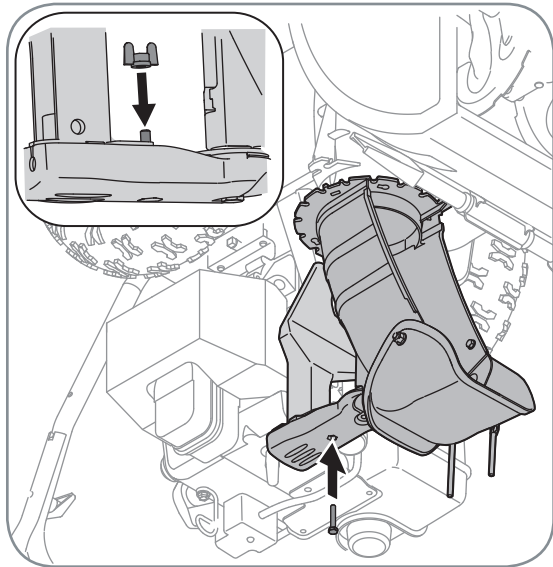

Figure 3-4
4. Continuez l'installation de la goulotte sur son support avec l'écrin à oreilles et la vis hex. retirez plus tôt. Voir la Figure 3-4.